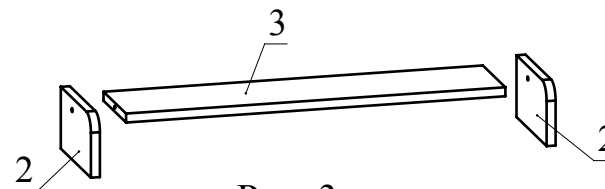
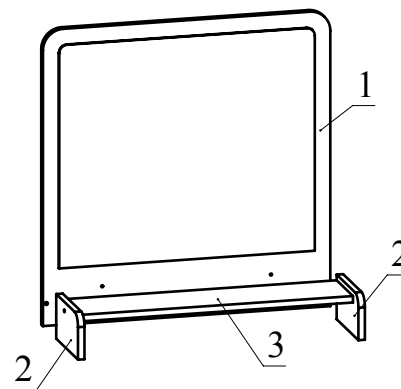

Рис. 3
Рис. 4
2. Соедините детали 2 и 3 с помощью кофирматов (Рис. 3). Установите полученную сборку на деталь 1 и зафиксируйте, повернув конфирматным ключом головки минификсов по часовой стрелке до упора. Соедините при помощи конфирматов детали 2 с деталью 1 (Рис. 4).